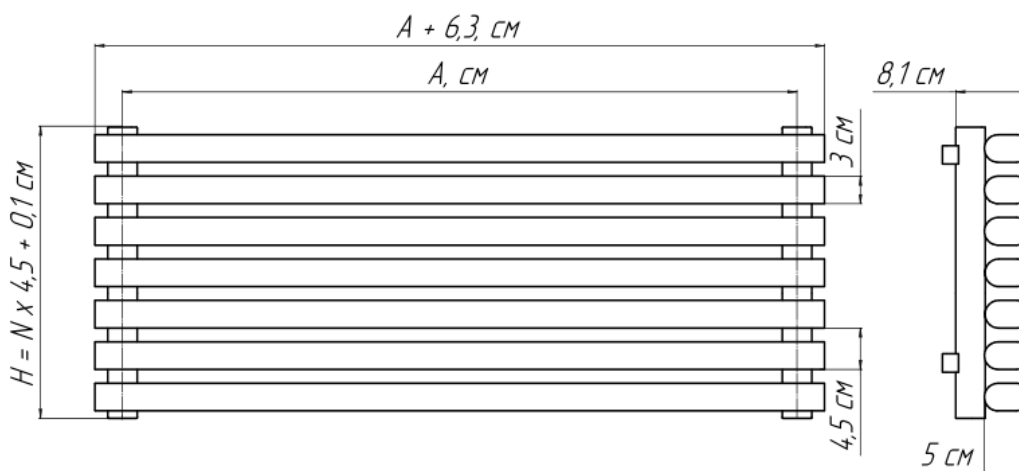

Рис. 1. Радиатор «ELLIPSE Р Н», где: А – межцентровой монтажный размер; N – количество секций; Н – габаритная высота.
2.1. Основные размеры и параметры радиаторов приведены на Рис.1 и в Таблице №1.